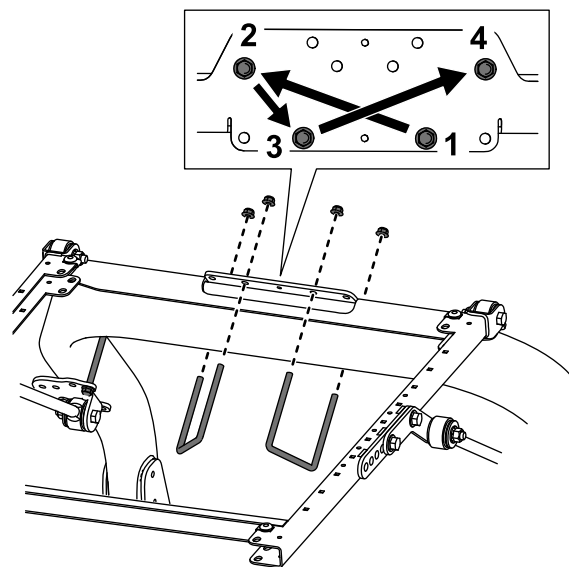

Figura 2
- Per garantire una distribuzione omogenea, serrate i dadi alternandoli come mostrato nella Figura 2.